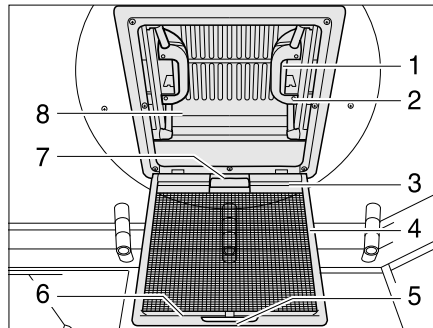

Bild 60 Dachhaube mit Schnappverschluss
- Am Griff (Bild 60,5) ziehen.
- Insektenschutz (Bild 60,4) nach unten klappen.
- Schnappverschluss (Bild 60,1) zur Innenseite der Dachhaube (Bild 60,8) drücken. Gleichzeitig mit dem Griff (Bild 60,2) die Dachhaube nach oben drücken.
- Insektenschutz (Bild 60,4) nach oben schwenken, bis er einrastet.
- An beiden Griffen (Bild 60,2) die Dachhaube (Bild 60,8) kräftig nach unten ziehen, bis beide Schnappverschlüsse (Bild 60,1) eingerastet sind.
- Verdunklungsrollo am Griff (Bild 60,7) ziehen und Hakenleiste (Bild 60,3) in die Halteleiste (Bild 60,6) am Insektenschutz einhängen.
- Hakenleiste (Bild 60,3) von der Halteleiste (Bild 60,6) lösen und Verdunklungsrollo langsam zurückführen.